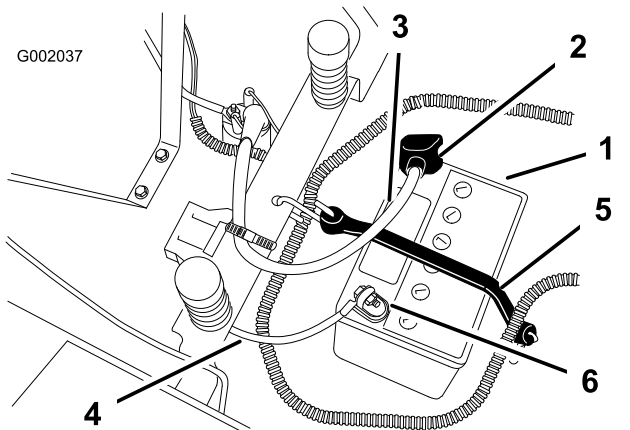

Figura 32
4. Desconecte el cable negativo de tierra (negro) del borne de la batería (Figura 32).
cable positivo (rojo) del borne de la batería (Figura 32).
6. Retire la correa de sujeción de la batería (Figura 32) y levante la batería para retirarla de su bandeja.
1. Coloque la batería en la bandeja, con los bornes hacia el motor (Figura 32).
4. Fije los cables con 2 pernos (1/4 x 3/4 pulg.), arandelas (1/4 pulg.), y tuercas (1/4 pulg.) (Figura 32).
6. Fije la batería con la correa de sujeción (Figura 32).